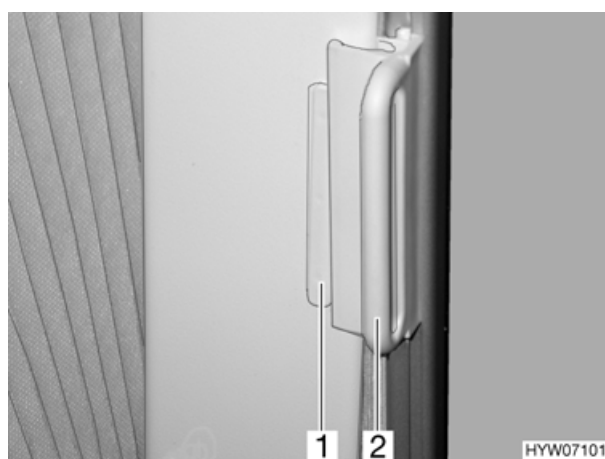

Fig. 23 Tendina oscurante pieghevole, aperta
- Aprire le tendine oscuranti pieghevoli per il finestrino del guidatore e del passeggero e spingerle nell'impugnatura della guida degli oscuranti (Fig. 23,2) sul sopralzo (Fig. 23,1).